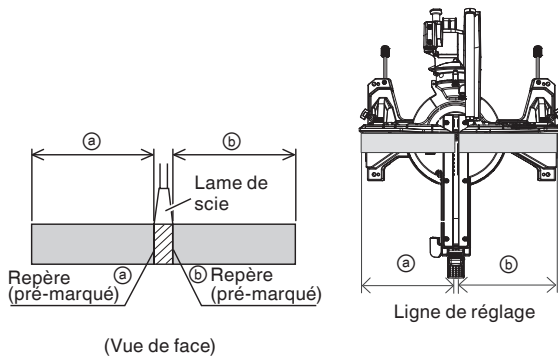

Fig. 26
(1) Comme indiqué à la Fig. 26, la largeur de la lame est la largeur de coupe. En conséquence, glisser la pièce vers la droite (vue de la position de l'opérateur) pour obtenir la longueur \textcircled{b} , et sur la gauche pour obtenir la longueur \textcircled{a} .